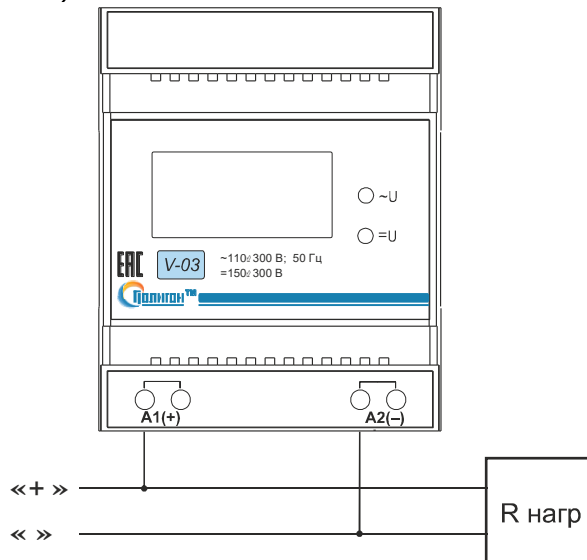

Рис.1. Типовая схема подключения вольтметра V-03(DC):
4.3. Произвести подключение входной контролируемой сети, согласно маркировке (Рис.1.): для однофазной сети переменного тока A1(+) – фаза (нейтраль), A2(-) – нейтраль (фаза); для сети постоянного тока A1(+) – плюсовой провод, A2(-) – минусовой провод. Сечение подключаемых проводов должно быть 0,5... 1,5 мм кв.